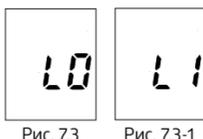

Рис. 7.3 Рис. 7.3-1
- Прибор воспроизводит голосовые сообщения на двух языках: русском, казахском. Для выбора языка нажмите кнопку «СТАРТ», когда прибор выключен, и удерживайте ее нажатой, 10 сек. Вы увидите на дисплее мигание символов «L0», «L1», «L2». См. рис.7.3, 7.3-1. Удерживая кнопку нажатой и перебирая символы «L0», «L1», «L2», Вы сможете выбрать нужный Вам язык или отключить режим голосового сообщения. Для этого просто отпустите нажатую кнопку на нужном Вам символе: «L0» – режим голосовых сообщений отключен, «L1» – русский язык, «L2» – казахский язык.